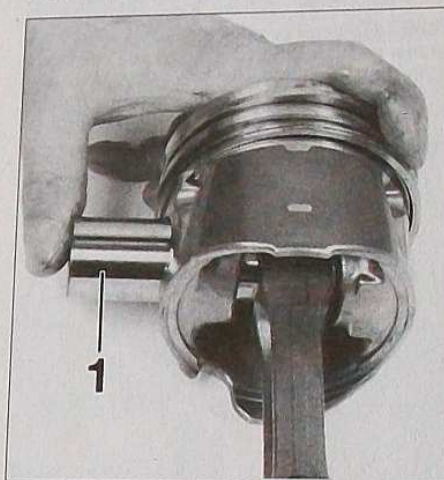
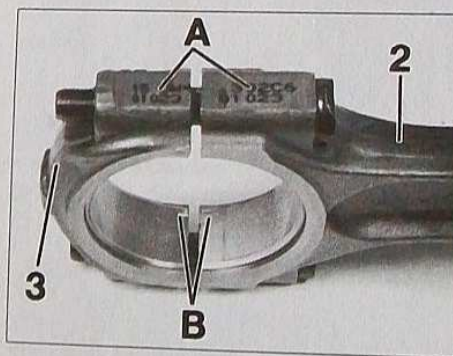

FIG. 56
FIG. 57
- Effectuer l'assemblage de chaque ensemble bielle-piston, en huilant les axes (1) (Fig.56) en respectant le sens de montage de la bielle par rapport au piston. Les repères (A) doivent se trouver du côté échappement et correspondent à ceux des chapeaux de bielle (Fig.57).
- Monter dans leur chapeau, les coussinets huilés suivant la classe déterminée pour chaque maneton. Ils doivent parfaitement être centrés sur la bielle (2) et le chapeau (3). Les encoches (B) doivent être alignées et se trouver au côté opposé aux repères (A) (Fig.57).